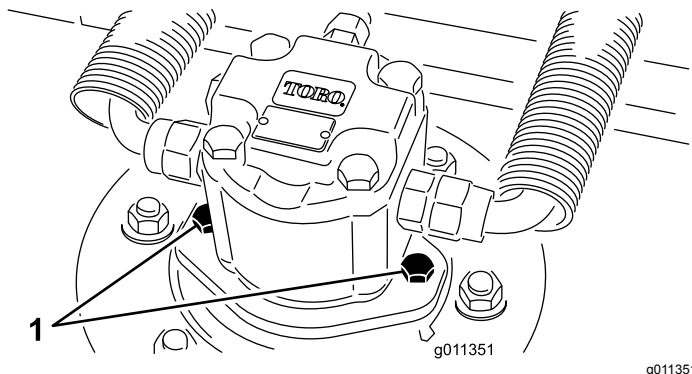

Bild 78
2. Klemmen Sie den Hydraulikmotor vom Mähwerk ab und entfernen ihn (Bild 78). Decken Sie die Spindeloberseite ab, um einer Verunreinigung vorzubeugen.
4. Montieren Sie den Hydraulikmotor am Mähwerk (Bild 78) Stellen Sie sicher, dass sich der O-Ring unbeschädigt in seiner Position befindet.